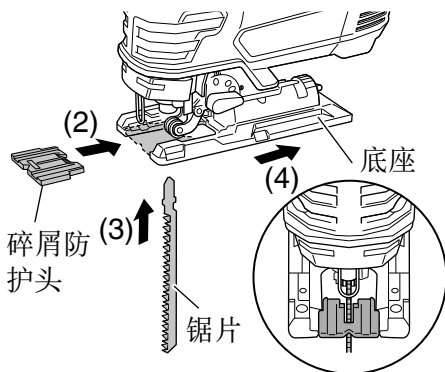

图 8
- (2) 将碎片防护头插到底座上的适当位置，并且完全插入。（图 8）
- (3) 安装锯片。
- (4) 将底座充分向后推动，并拧紧位于底座底部的底座螺栓，固定底座。